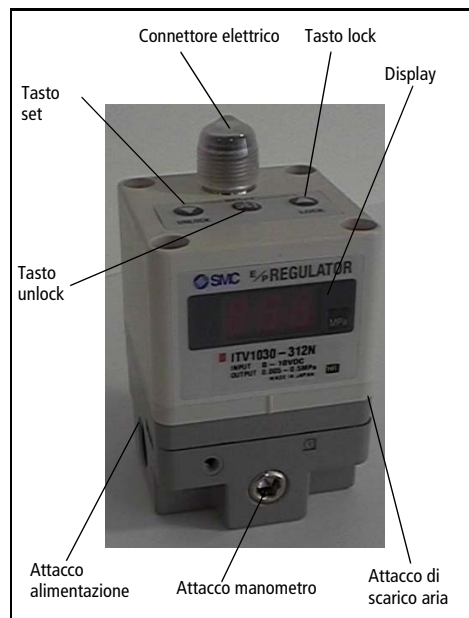

Fig 1
- Per impostare la pressione minima (sul display appare F-1) utilizzare i tasti lock/unlock (Fig 1), quindi premere 'Set' (Fig 1) per bloccare l'impostazione.
- Per impostare la pressione massima (sul display appare F-2) utilizzare i tasti lock/unlock (Fig 1), quindi premere 'Set' (Fig 1) per bloccare l'impostazione.
- Per impostare l'uscita del sensore 1 (sul display appare P-1) utilizzare i tasti lock/unlock (Fig 1), quindi premere 'Set' (Fig 1) per bloccare l'impostazione.
- Per impostare l'uscita del sensore 2 (sul display appare P-2) utilizzare i tasti lock/unlock (Fig 1), quindi premere 'Set' (Fig 1) per bloccare l'impostazione.
Se per errore si preme qualche tasto, sul display (Fig. 1) appare la scritta 'Loc'.
- 1) Premere il tasto 'unlock' (Fig 1) per più di 2 secondi.
- 3) Premere il tasto 'set' (Fig 1) per sbloccare.
**Nota: Per cancellare l'operazione, premere di nuovo il tasto 'unlock' (Fig 1).**
- 1) Premere il tasto 'lock' (Fig 1) per più di 2 secondi.
- 3) Premere il tasto 'set' (Fig 1) per bloccare.
**Nota: Per cancellare, premere il tasto 'unlock' (Fig 1).**
Se il regolatore ITV1000, rileva un'anomalia, sul display (Fig 1), appare 'Er' seguito da un codice. Isolare l'alimentazione, individuare il problema e risolverlo. Ristabilire l'alimentazione di potenza, dopo aver eliminato il guasto.
Premere i tasti lock/unlock (Fig 1) contemporaneamente per più di 3 secondi.
Nota: Se l'alimentazione supera i 30mA, appare l'informazione sul display (Fig. 1) mostrando la scritta 'Er 5'.